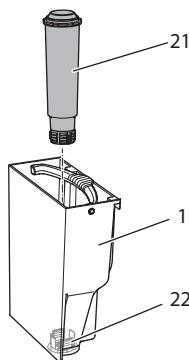

Fig. 15: Skru vannfilteret inn eller ut
- Fjern vannfilteret (se Fig. 15 på side 204).
17. Sett et nytt filter inn i vanntanken igjen (se Fig. 15).
12. Sett et nytt filter inn i vanntanken igjen (se Fig. 15).
3. Fjern vannfilteret (se Fig. 15).